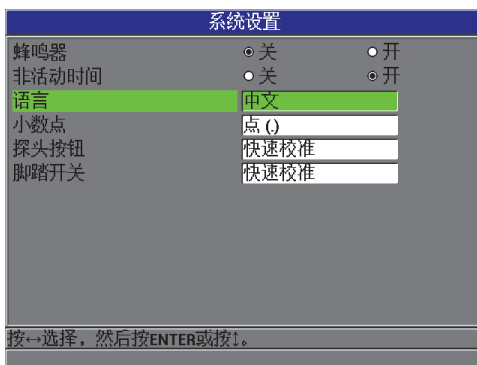

图 6-2 系统设置屏幕
1. 在仪器显示测量屏幕时，按 [设置菜单] 键，然后选择系统，以显示系统设置屏幕（参见第 96 页的图 6-2）。